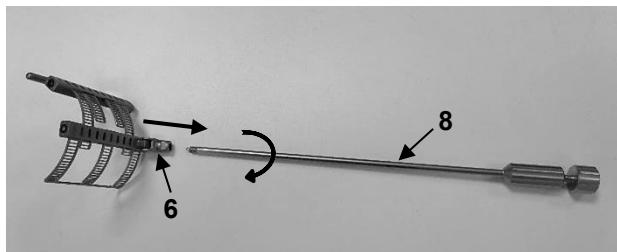

Abb. 9
Um die Hakenführung MRN-3 (8) zu entfernen, muss diese vollständig aus dem Gewinde des Gelenks (6) gegen den Uhrzeigersinn herausgeschraubt werden (Abb. 9).